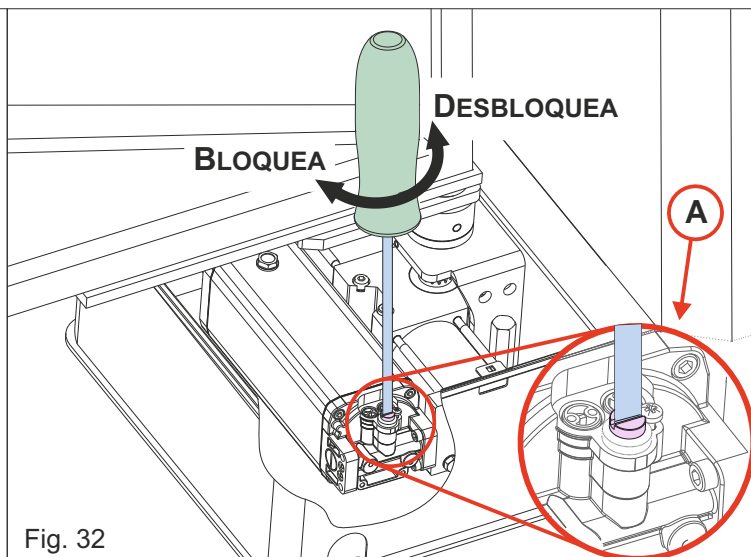

Fig. 32
EL OPERADOR ESTÁ EQUIPADO CON UN SISTEMA DE DESBLOQUEO INTERNO, AL QUE SE PUEDE ACCEDER LEVANTANDO LA TAPA DE LA CAJA Y ROTANDO EL TORNILLO INDICADO CON «A» CON UN DESTORNILLADOR (FIG. 32)
9.1. DESBLOQUEO: Con un destornillador, girar el tornillo «A» en sentido anti-horario unos 180°, como se muestra en la Fig. 32
9.2. BLOQUEO: Con un destornillador, girar el tornillo de liberación «A» en sentido horario hasta que se detenga, como se muestra en la Fig. 32